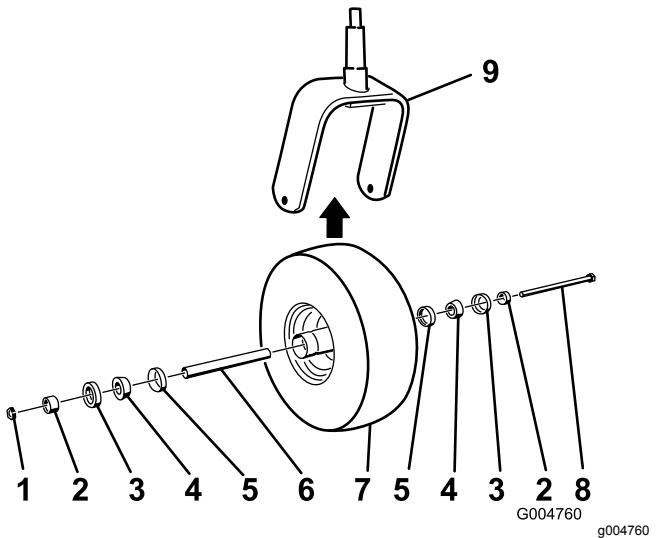

Figura 70
5. Ensamble la rueda giratoria presionando los cojinetes cónicos y las juntas, llenos de grasa, sobre el cubo de la rueda, según se muestra en la Figura 70.
2. Retire la contratuerca del perno (Figura 70).